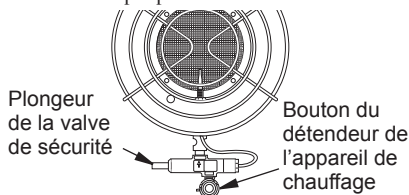
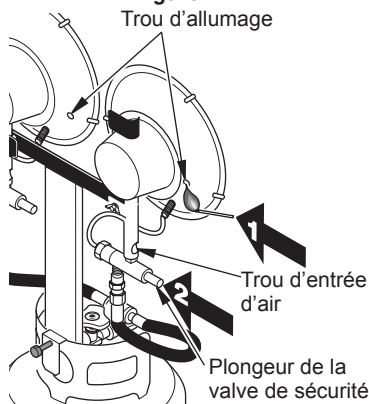

Figure 4
Figure 5
3. Tourner le bouton du détendeur de l'appareil de chauffage dans le sens antihoraire, jusqu'à la position "fort" (HI) (voir fig. 4).
4. Repérer le trou d'allumage sur le dessous du brûleur (voir fig. 5). Tenir une allumette enflammée sous le trou d'allumage. Enfoncer le plongeur de la valve de sécurité (voir fig. 4 et 5). Le brûleur doit s'allumer. La grille du brûleur devient rouge lorsqu'il est allumé. Une fois le brûleur allumé, continuer à maintenir enfoncé le plongeur de la valve de sécurité pendant 10 à 30 secondes, jusqu'à ce que l'appareil de chauffage reste allumé.